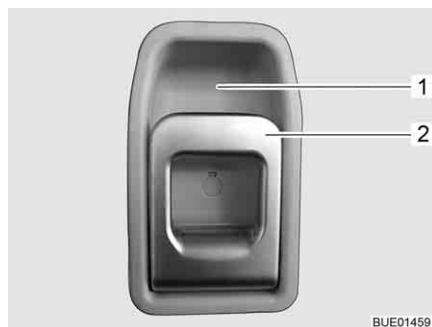

Bild 58 Dörrlås ingångsdörr, insida
- Drag i handtaget (Bild 58,2). Dörrlåset låses upp.
- Tryck handtagets (Bild 58,2) övre del i riktning mot greppkåpan (Bild 58,1).